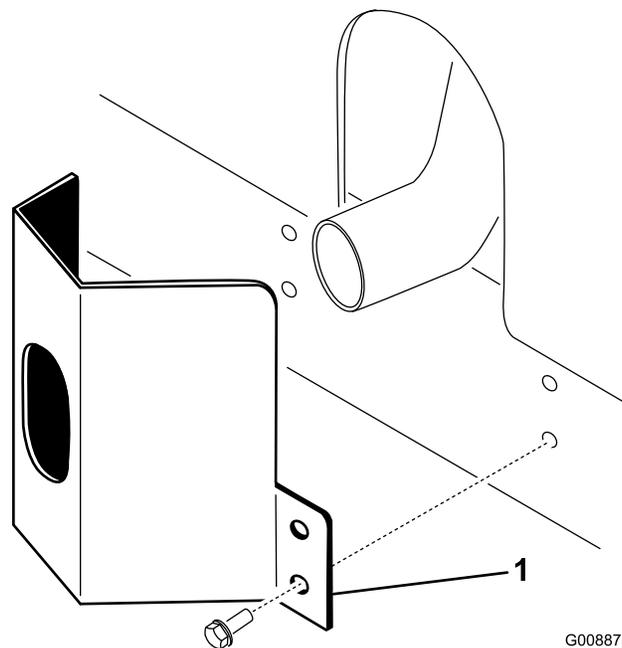

図 7
1. フレームについている取り付け穴に合わせてマフラー部にガードを取り付ける(図 7)。
2. タップ・ネジ4本で固定する(図 7)。